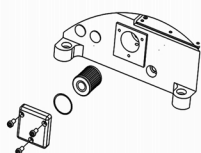

图7 (Fig.7)
（3）滤油器的更换（图7）
3. Replacing oil filter: (Fig.7)